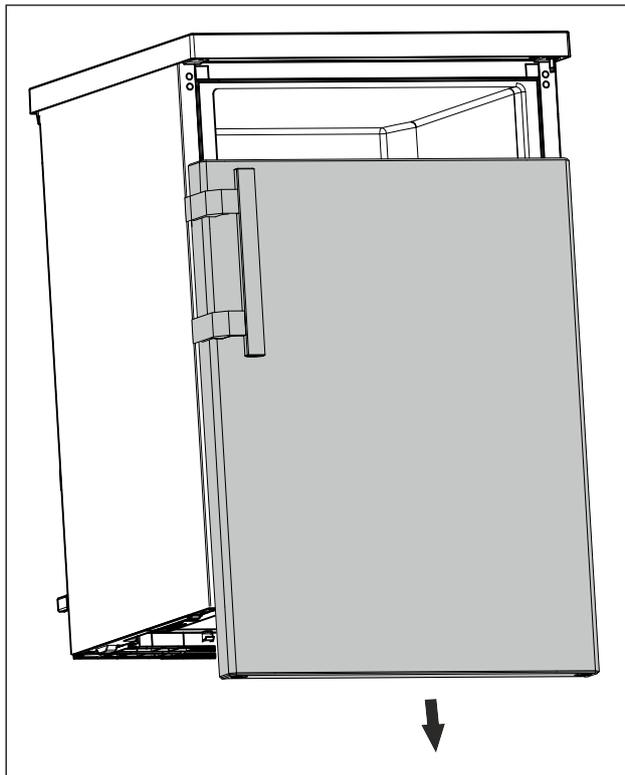

Fig. 14
- ▶ Снимите дверь движением вниз. (см. Fig. 14)